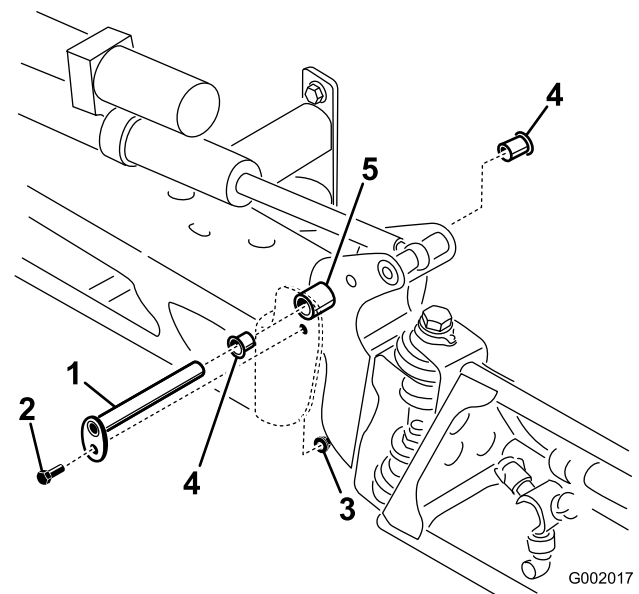

Figura 62
5. Retire los casquillos de nylon desde delante y desde detrás del soporte del pivote e inspecciónelos (Figura 62). Sustituya cualquier casquillo dañado.
7. Instale el conjunto de brazo y soporte del pivote en el bastidor central, alineando los orificios (Figura 62).
3. Con el peso del brazo apoyado, retire el perno y la tuerca que fijan el pasador de giro al conjunto del brazo (Figura 62). Retire el pasador de pivote.